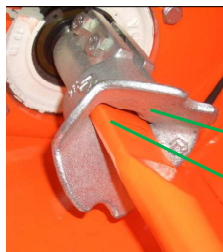
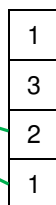

图 89：转子的位置
图 90：联动爪的位置
1. 注意混合螺旋 (1) 和联动爪 (2) 的磨损情况。
2. 重新装入混合螺旋，并注意确保其在联动爪 (2) (图 89) 内和在转子 (3) (图 90) 上的位置正确。